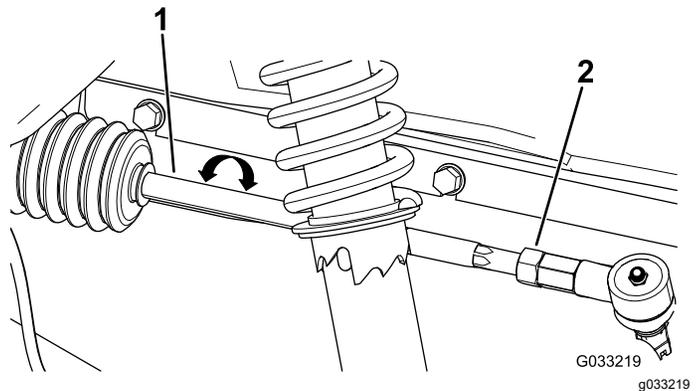

Figura 58
2. Se la misura non rientra nel campo specificato di 0–6 mm, allentate i controdadi all'estremità esterna dei tiranti (Figura 58).